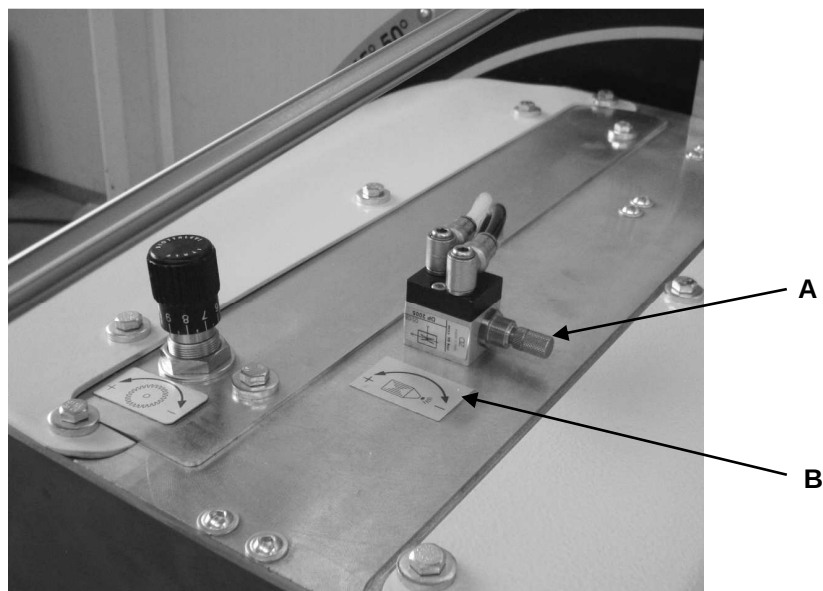

Fig. 09-03
9.3 REGOLAZIONE FLUSSO DI LUBRIFICAZIONE LAMA (Fig. 09-03)